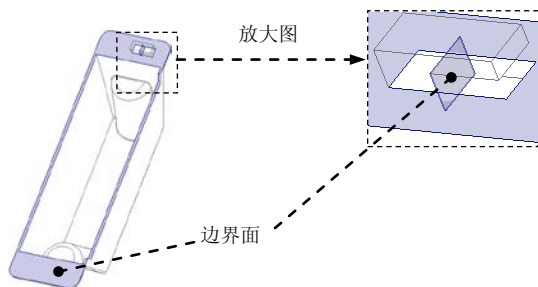

图 12.8 定义边界面（一）
(3) 然后选取“边界面”，操作方法如下：按住 Shift 键，图 12.8 所示的表面为边界面，此时图中所示的边界面会加亮。